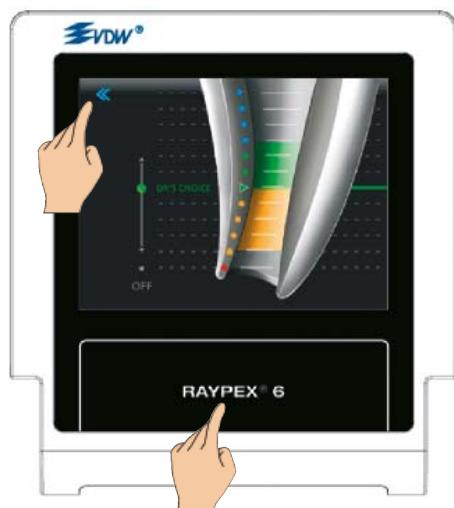

Fig. 26 Lukning af DR'S CHOICE
- Tryk på tilbage-pilen eller "Home"-feltet for RAYPEX® 6 for at forlade DR'S CHOICE (fig. 26).